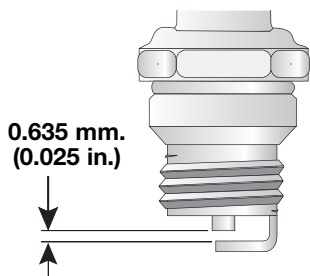

Fig. 34
- Remplacez toute bougie fendillée, encrassée ou sale. Réglez l'écartement à 0,635 mm (0,025 po) à l'aide d'une jauge d'épaisseur (Fig. 34).